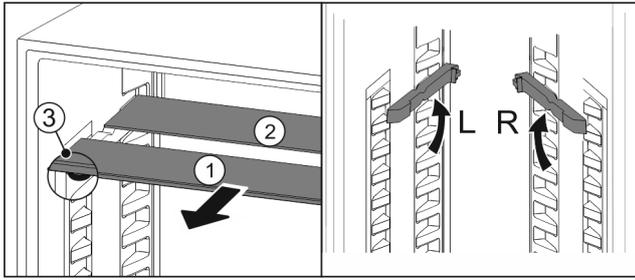

Fig. 103
- ▶ Sortir les tablettes par l'avant Fig. 103 (1).
- ▷ La tablette en verre Fig. 103 (1) avec bordure décorative est située à l'avant.
- ▷ Les butées Fig. 103 (3) sont orientées vers le bas.